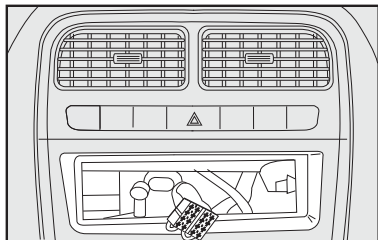

fig. 117
- cabo e plugue de alimentação do auto-rádio, **fig. 117**;